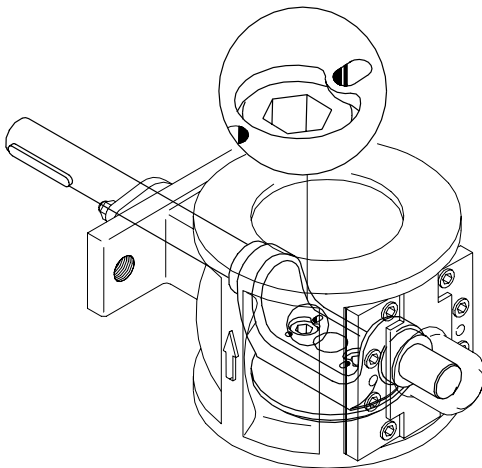

Рис. 6-13.1 Сборка DN 40-250
2. **DN 40-250:** Зафиксируйте болты керном на задней части устройства стержня. Для этого рекомендуется использовать существующие отметки по центрам на задней части (→ Рис.6-13.1).
2. **DN 40-250:** Зафиксируйте болты керном на задней части устройства стержня. Для этого рекомендуется использовать существующие отметки по центрам на задней части (→ Рис. 6-13.1).